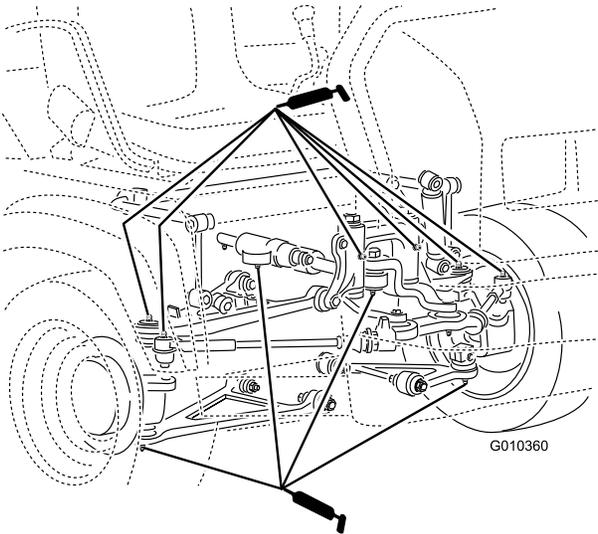

图40
- 球窝接头4个、横拉杆2个、枢轴安装座2个和转向油缸2个如图40所示